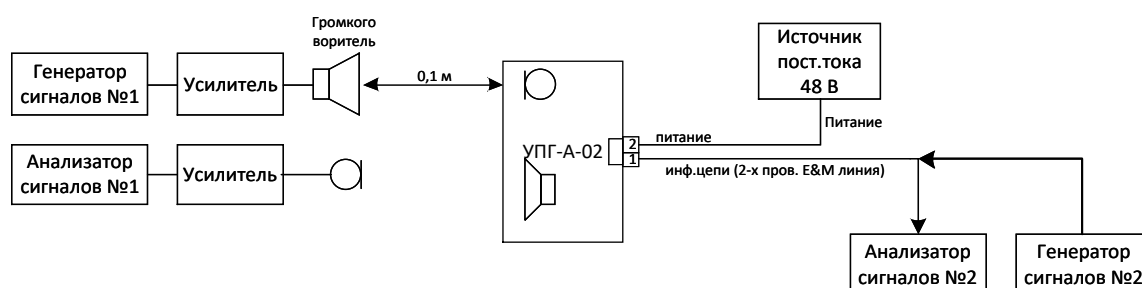

Рисунок 3
1) Собирают схему для испытаний, см. Рисунок 3.